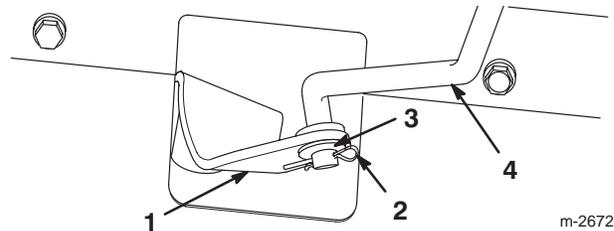
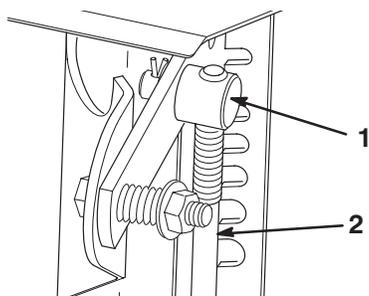

Bild 5
Bild 6
1. Ziehen Sie den Schalthebelarm (Bild 5) ganz heraus.
3. Drehen Sie die Schalthebelstange im Drehzapfen (Bild 6), bis das untere Ende der Stange in die Bohrung im Schalthebelarm geschoben werden kann (Bild 5).
4. Bauen Sie die Schalthebelstange im Schalthebelarm ein, bringen sie eine Unterlegscheibe an der Stange an und sichern Sie diese mit einem Splint ab (Bild 5).